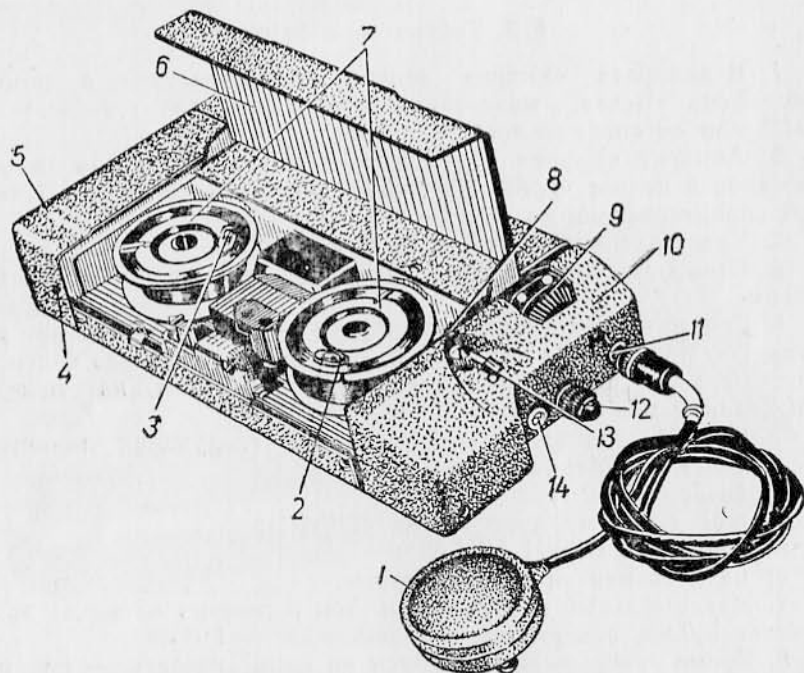
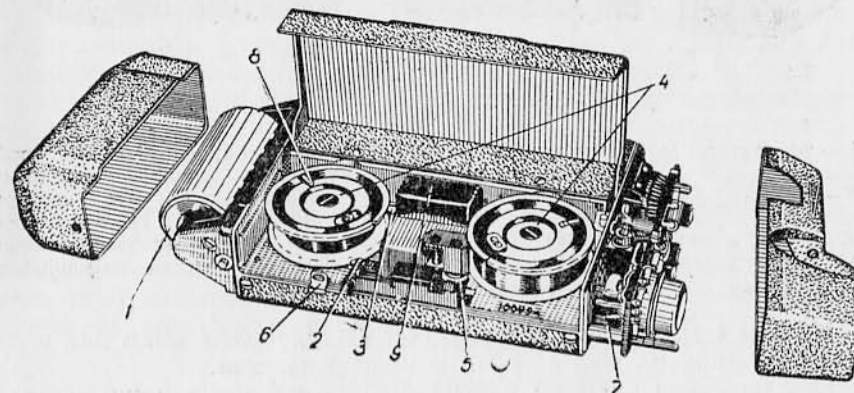
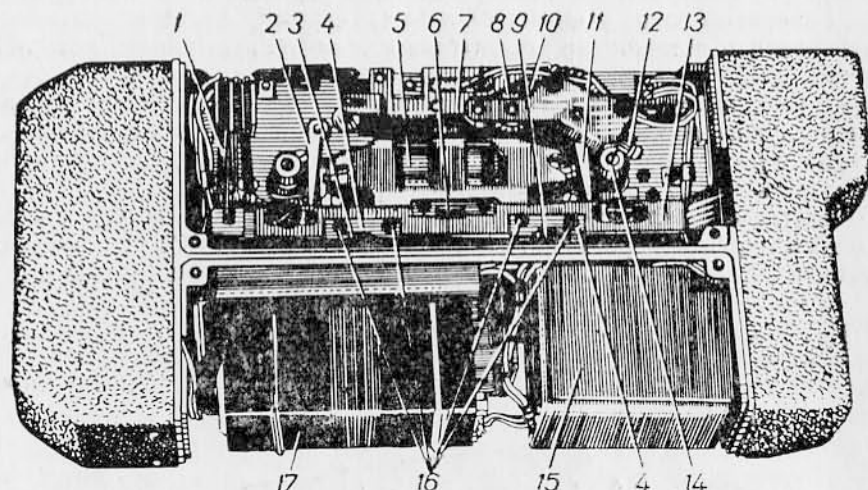

Рис. 3. Аппарат в режиме работы «Воспроизведение».
Рис. 5. Аппарат со снятыми боковыми крышками:
Рис. 6. Вид аппарата снизу
Управление аппаратом осуществляется с помощью переключателя 13 (рис. 3), который в нерабочем состоянии находится в среднем положении «Стоп», отмеченном на крышке корпуса синим кружком. С помощью переключателя включается рабочий ход или перемотка.
Аппарат считается подготовленным к работе, если подключен источник питания, в гнездо 11 (рис. 3) включен микрофон «Нева» либо телефон ТМ-2, а в гнездо 12 вставлена заглушка.
При установке переключателя П-2 (рис. 3) в положение «перемотка» замыкается контакт 6 переключателя П-3 (см. рис. 11), закорачивая цепь коллектора транзистора на «землю». При этом мо-
Устройство. На рис. 5 показан аппарат с открытой верхней и снятыми боковыми крышками, на рис. 6 — аппарат со снятой нижней крышкой.
- 1. Электродвигателя постоянного тока 17 (рис. 6).
- 2. Маховика привода 5 (рис. 6).
- 3 Пружины 6 (рис. 6).
4. Планки управления 13 (рис. 6).
5. Двух планшайб 4 (рис. 5).
6. Тормозной системы 3 и 9 (рис. 6).
7. Подтормаживающей системы 2 и 11 (рис. 6).
8. Механизма раскладки проволочного звуконосителя 7 (рис. 6).
9. Кассеты—катушки для проволочного звуконосителя 7 (рис. 3).
10. Устройства автоматической остановки механизма при окончании проволочного звуконосителя 3 (рис. 5).
11. Штифта для фиксации ручки переключения 8 (рис. 3).
12. Переключателя рода работ 13 (рис. 3).
На оси электродвигателя 17 (рис. 6) закреплен шкив для передачи вращения на маховик 5 с помощью пассика.
Ось маховика вместе с маховиком при помощи планки управления 13 (рис. 6) и пружины 6 при изменении режимов может поворачиваться на определенный малый угол, перпендикулярный оси рабочего вращения маховика, поочередно соприкасаясь своими коническими концами к резине одной или другой планшайбы.
маховика к обрезиненной части поверхности левой планшайбы, рычаги тормозной системы 3 (рис. 6) одними концами попадают в пазы рабочей планки, а другими концами производят торможение планшайб по обрезиненной поверхности.
Величину силы прижатия пружины 6 (рис. 6) можно регулировать, отвернув на несколько оборотов винты и подвинув планку. Таким же образом, отвинтив винты 16 и подвинув планки, можно регулировать начало торможения.
На нижнем конце оси правой кассеты закреплен червяк 14, (рис. 6), связанный с червячным колесом 12, насаженным на валик с червяком 10, для передачи вращения на кулачок через второе червячное колесо 8. Кулачок имеет паз, в который входит палец, закрепленный на кронштейне, несущем на себе магнитную головку и корунд.
Кассеты 7 (рис. 3) имеют на своих щеках защелки, выступающие из пазов кассет при окончании проволочного звуконосителя и действующие на рычаг концевого выключателя. Последний в свою очередь, давит на контактную группу 9 (рис. 5), разрывая цепь электродвигателя.
Действие механизма. При повороте переключателя 13 (рис. 3) включается электродвигатель, приводящий во вращение маховик 5 (рис. 6), освобождаются тормоза 3 и 9 (рис. 6). Ведущая планшайба постоянно подтормаживается для получения необходимого натяжения проволоки.
Правая кассета через редуктор (двойную червячную передачу) приводит во вращение кулачок механизма раскладки 5 (рис. 5), который поднимает и опускает кронштейн, несущий на себе универсальную магнитную головку и корунд, производя равномерную раскладку проволоки на ведущей кассете. При рабочем ходе ведущей является правая кассета, при перемотке — левая.
При переводе переключателя 13 (рис. 3) в положение «Стоп» цепь питания электродвигателя размыкается. С остановкой электродвигателя прекращает работу и механизм аппарата.
Верхняя крышка 6 (рис. 3) легко открывается рукой при нажатии кнопки 6 (рис. 5).
Левая боковая крышка 5 (рис. 3) снимается при нажатии на штифт 4 (рис. 3).
Под верхней крышкой расположены кассеты 7 (рис. 3) со звуконосителем, универсальная магнитная головка.
Под левой боковой крышкой размещена батарея питания 1 (рис. 5).
Под правой боковой крышкой расположен узел аттенюатора, генератора и фильтра электродвигателя 7 (рис. 5).